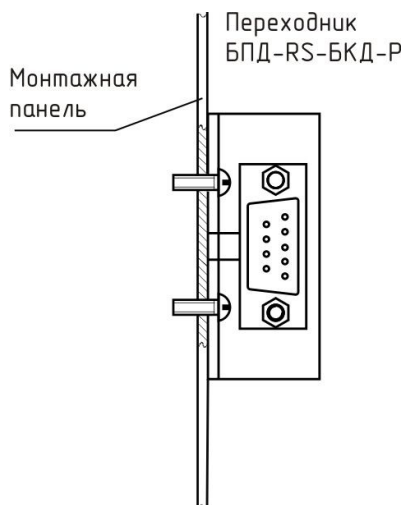

Рисунок 12 - Крепление
2) Если требуется подключение БКД-Р к системе охранно-пожарной сигнализации СОС-95, то следует установить переходник БКД-Р-RS в металлическом шкафу (корпусе) технических средств системы ОПС. Переходник БКД-Р-RS крепят к монтажной панели при помощи двух винтов В.М4-6gx12.58.019 ГОСТ 17473-80, предварительно в монтажных отверстиях должна быть нарезана резьба М4 (рисунок 12).